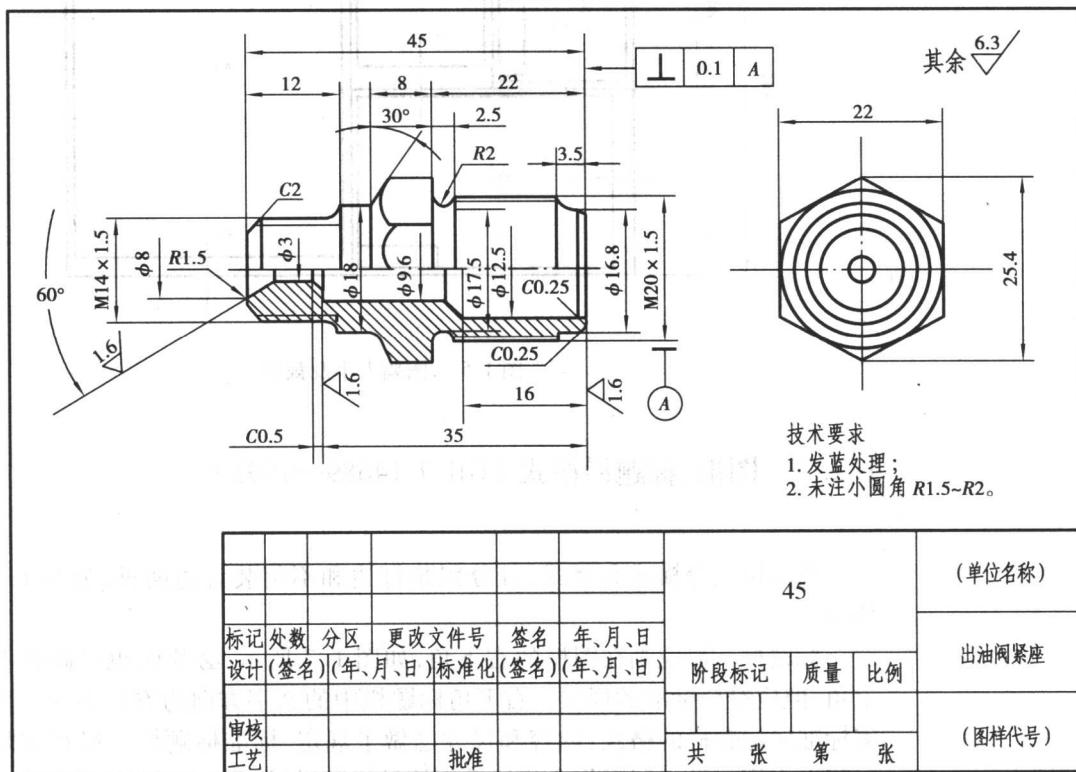

图 1.4 出油阀零件图
4) 零件图 如图 1.4 所示,这类图主要用于指导零件的生产、加工和检验。
为便于生产、管理和交流,必须对图样的画法、尺寸注法等做出统一的规定。图 1.4 是出油阀的零件图。在汽车零件的生产制造和机械修理过程中被称为**标准机械图样**。